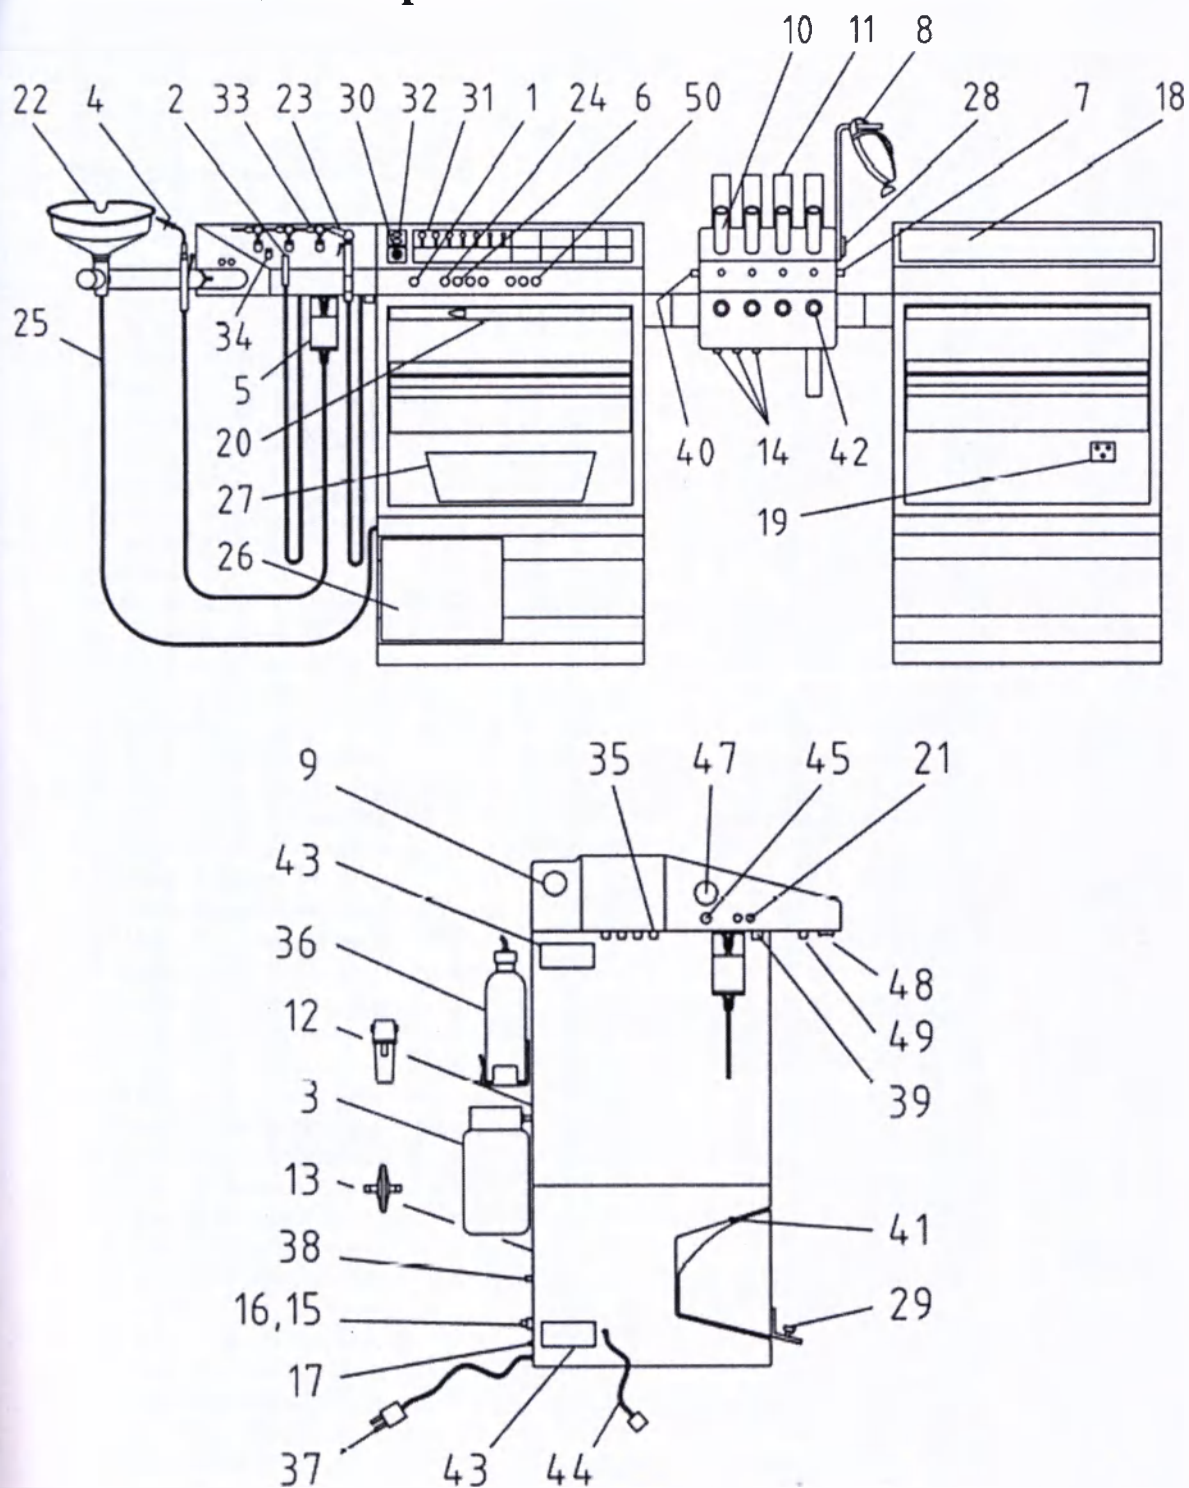

Рис. 1
Внешний вид аппарата Basic Plus/Basic Plus Station (Рис. 1)
Все внешние устройства, подключаемые к разъемам аппарата Basic Plus/Basic Plus Station (например, как на Рис. 1 (19)), должны соответствовать требованиям стандарта IEC 60601-1. Перед началом работы необходимо измерить ток утечки во всей системе. При этом не должны превышать допустимые значения по стандарту IEC 60601-1.
Если оборудование не может быть сразу подключено к системе водоснабжения, но при этом существует необходимость его использования, термостат (Рис. 1 / (41)) нагревателя воды должен быть установлен на самое низкое значение температуры!